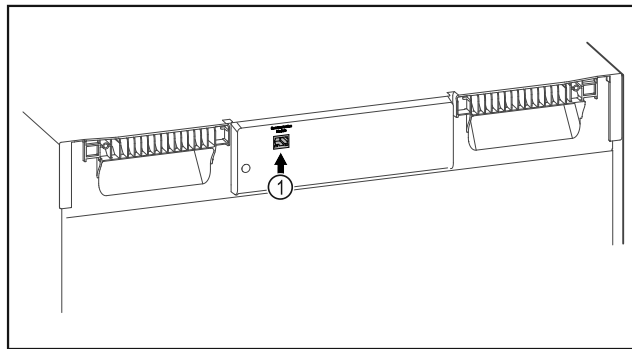

Fig. 83
SmartModule Fig. 83 (1) установлен.